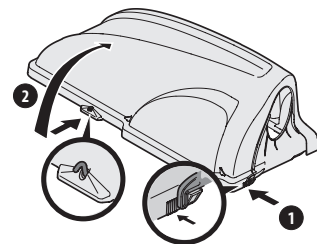

Figure 13
7. Ouvrez le couvercle du bac récupérateur en pressant sur la patte arrière droite avec votre main droite comme indiqué par le point (1) de la Figure 13 et en soulevant le couvercle à partir du milieu avec votre main gauche (2).